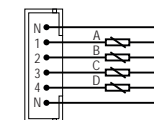

Fig. 3
- Fig. 3: Analog inputs connection (ST KNT 001 or ST KNT 002)
- Fig. 3: Conexión de entradas analógicas (ST KNT 001 ó ST KNT 002)